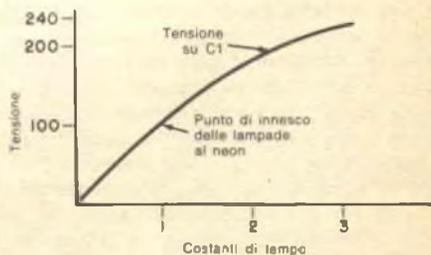
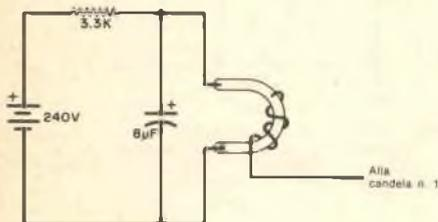

Fig. 6 - La tensione sul condensatore aumenta con il tempo, finché non sia raggiunto il punto di innesco delle lampade al neon.
Fig. 8 - In questo semplice temporizzatore a lampeggio per il controllo dei motori, l'impulso ad alta tensione sulla candela fa innescare il tubo per flash.
L'energia fornita al tubo è  $E = 1/2 CV^2$ , cioè  $1/2 (100 \times 10^{-6}) (240)^2 = 2,88$  joule. La costante di tempo  $R1C1$  è  $0,47 \times 4$ , cioè 1,88 sec. Come illustrato nella fig. 6, dopo un periodo pari a circa una costante di tempo, la tensione sulle lampade al neon è sufficiente a farle accendere innescando in tal modo l'SCR. Un tipico circuito di un flash per macchina fotografica è rappresentato nella fig. 7, mentre nella fig. 8 è illustrato un temporizzatore a lampeggi per il controllo dell'accensione dei motori a scoppio.